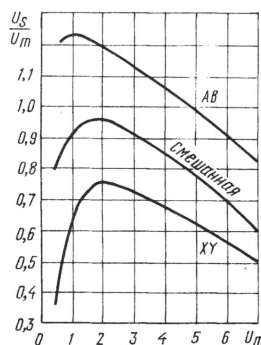

Рис. 1
Кривые, показанные на рис. 1, дают представление о том, какова может быть вероятная доля разностного сигнала  $U_c$  при различных уровнях суммарных сигналов  $U_m$  для систем записи — АВ, XY и смешанной [4], и позволяют сделать следующие основные выводы:
2. Вероятная доля разностного сигнала существенно зависит от общей громкости, или, иначе говоря, от уровня суммарного (монофонического) сигнала. Если отбросить начальный участок кривых (рис. 1), соответствующий весьма малым уровням громкости, то с увеличением уровня громкости доля разностного сигнала заметно уменьшается. При достаточно больших уровнях содержание разностной информации падает на 30 — 40 % при всех системах записи.
объемного звучания (начальный участок графиков см. на рис. 1); с ростом громкости (атака сигнала, общее увеличение громкости) сигналы каналов ограничиваются определенным уровнем, что уменьшает их долю в общей громкости. В результате исключаются разрыв сцены и кажущееся перемещение инструментов в "зал" независимо от характера фонограммы и метода записи.